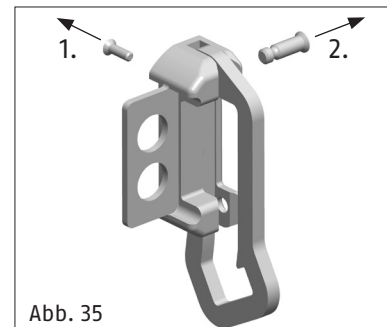

Abb. 35
2. Der Schließkasten ist für DIN rechte Türen vormontiert. Bei DIN linken Türen muss der Sperrbügel gemäß (Abb. 35) umgelegt werden.